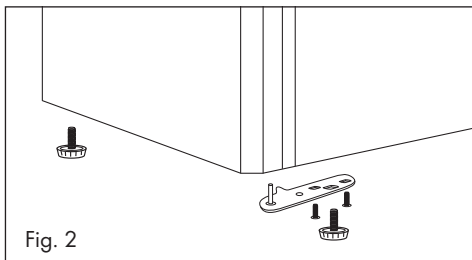

Fig. 2
- Vip forsigtigt fryseskabet lidt tilbage, og understøt det, så det står sikkert. Skru de forreste indstillelige fødder helt ud. Før du foretager næste trin, skal du sørge for, at fryseskabets dør ikke kan falde ned. Skru skrueene, som holder det nederste dørhængsel, ud, og tag hængslet af (fig. 2). Skrueene kan du skru ind i hullerne på fryseskabet igen.